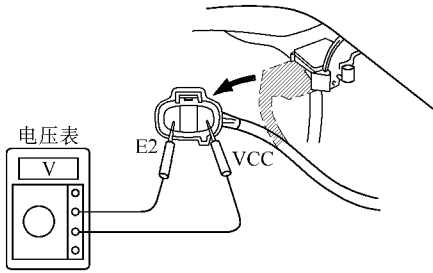

图 2-135 用电压表测量负压传感器的端子 VCC 和 E2 之间电压
(1) 检查负压传感器的电源电压。脱开负压传感器的接插件，将点火开关置于 ON 位置，使用电压表测量负压传感器的端子 VCC 和 E2 之间的电压，如图 2-135 所示。